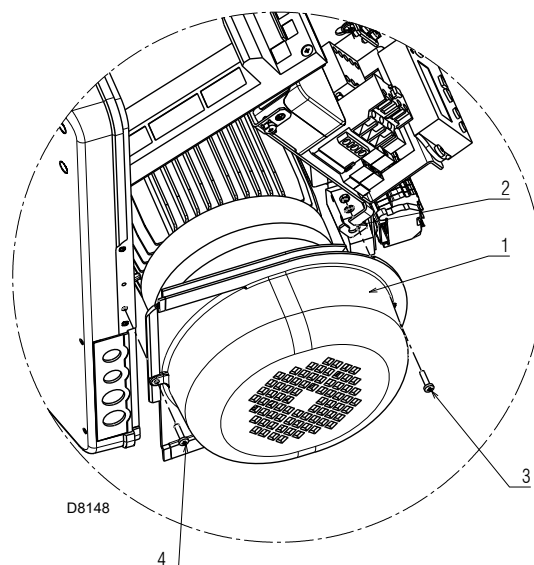

Fig. 21
- fixer la protection du moteur 1)(Fig. 21), fournie avec l'ensemble, sur la bride 2), en utilisant les vis appropriées 3), possédant écrou et rondelle.